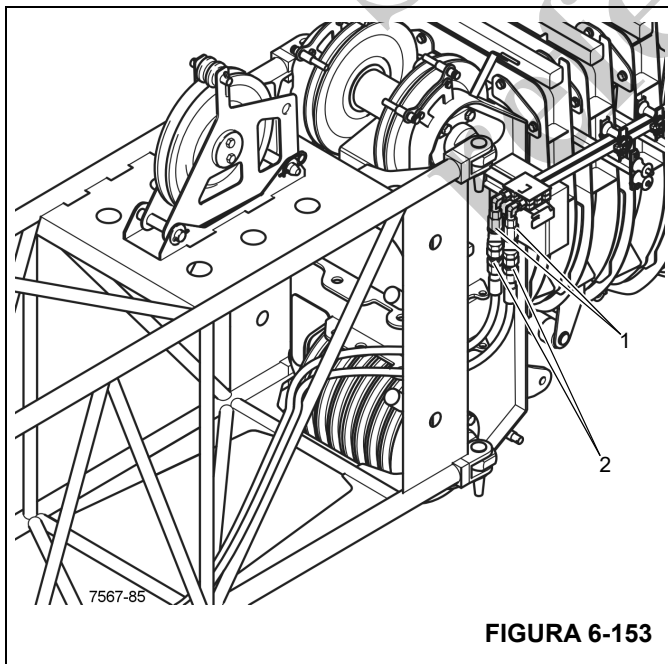

FIGURA 6-153
1. Si es necesario, instale las mangueras hidráulicas (1), (Figura 6-153), en la punta de la pluma. Consulte la sección *Conexiones hidráulicas de la extensión (extensión hidráulica opcional)*, página 6-60.
2. Pase los extremos cortos (2), (Figura 6-153), hasta la cabeza de la pluma principal.
3. Retire las tapas protectoras y conecte los extremos cortos (2), (Figura 6-153), a los conectores de la punta de la pluma (1), (Figura 6-153).
1. Desconecte los extremos cortos de las mangueras (2), (Figura 6-153), de los conectores de la punta de la pluma (1), (Figura 6-153).
3. Pase los extremos cortos (2), (Figura 6-153), hacia el interior y póngalos delante del tirante transversal inferior de manera que no cuelguen.